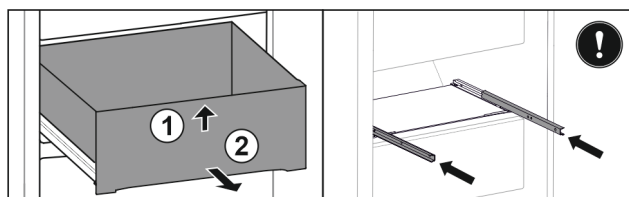

Fig. 40
- Zásuvku nadzvedněte vpředu Fig. 40 (1).
- Odeberte směrem dopředu Fig. 40 (2).